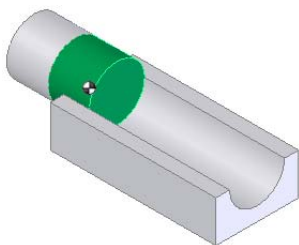

图 7-66 物资动力检查时的装配体
**06** 物资检查。拖动如图 7-62 所示中的零件 2 向零件 1 移动，在碰撞零件 1 时，零件 1 和 2 会以给定的力一起向前运动，如图 7-66 所示。